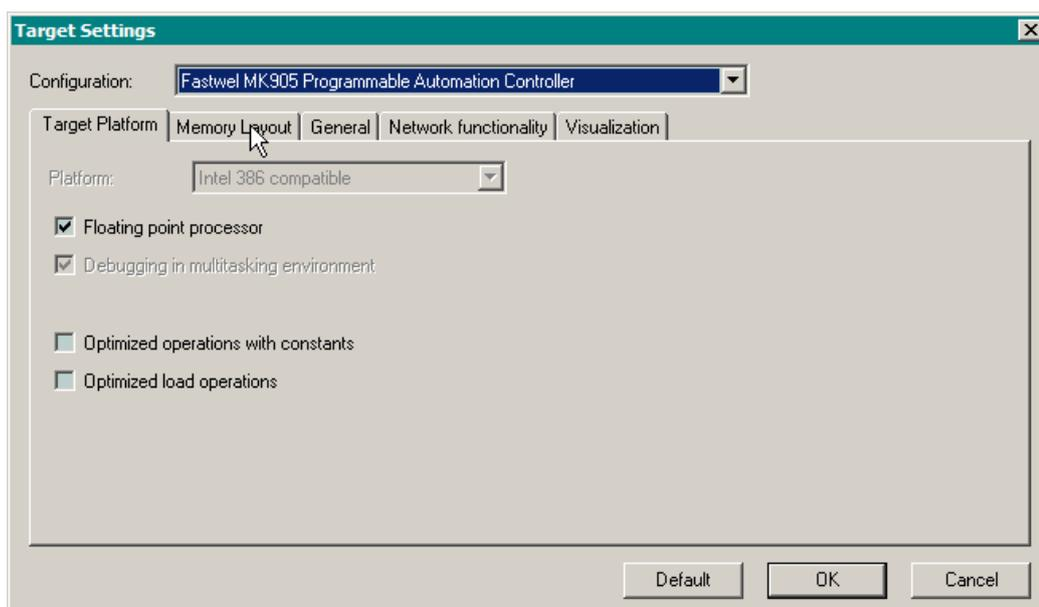

Рис. 5. Диалоговая панель Target Settings после выбора платформы Fastwel MK905 Programmable Automation Controller
2. Выберите команду **New** в меню **File**. В появившейся диалоговой панели **Target Settings** (Параметры платформы) в выпадающем списке **Configuration** выберите опцию *Fastwel MK905 Programmable Automation Controller*. Диалоговая панель **Target Settings** примет вид, показанный на рис. 5.